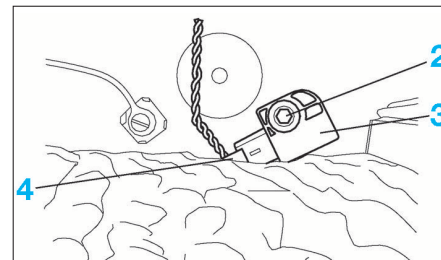

FIG. 17
- Déposer la vis de fixation (2) (Fig.17).
- Dégager le capteur d'accélération (3).
- Débrancher le connecteur (4).
- Déposer le capteur d'accélération (3).